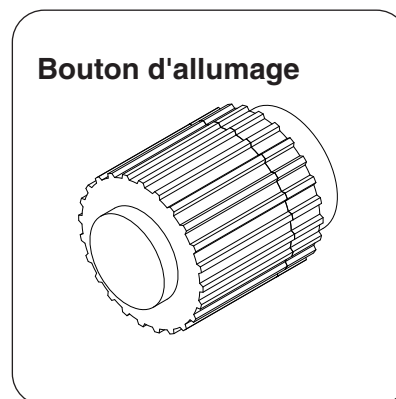

Fig. 24-1
- 3. Appuyez sur le bouton de l'allumeur électronique et maintenez-le enfoncé (voir Fig. 24-1). L'allumeur commencera à étinceler avec un clic rapide.